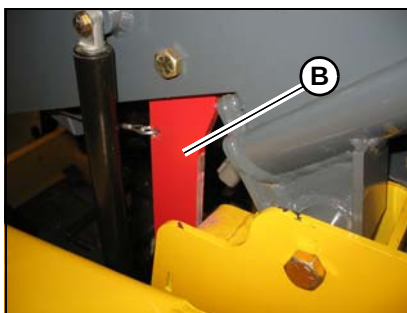

Figura 88 – Meccanismo di blocco ROPS/FOPS
3. Inclinare verso l'alto e all'indietro la ROPS/FOPS, spostando le manopole di comando in modo che non intralcino. Inclinare lentamente la ROPS/FOPS all'indietro, finché l'apposito meccanismo (B, Figura 88) non blocchi la ROPS/FOPS in posizione sollevata.